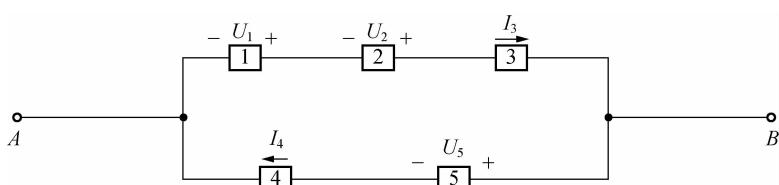

图 1-15 题 1 图
1. 电路中有 5 个元件, 电流、电压的参考方向标定如图 1-15 所示。已知 $U_1=-70 \text{ V}$, $U_2=-30 \text{ V}$, $U_5=60 \text{ V}$, $I_3=2 \text{ A}$, $I_4=4 \text{ A}$ 。请说明 U_1 、 U_2 、 U_5 、 I_3 、 I_4 的实际方向。